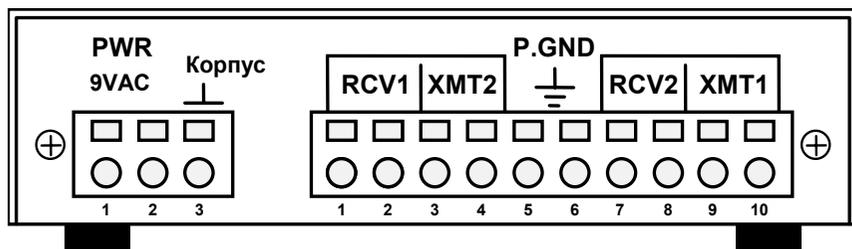

Рис. 7. Задняя стенка регенератора.
На задней стенке регенератора расположены две группы зажимов, как показано на Рис. 7. Первая группа (3 зажима) предназначена для подключения питания регенератора и сигнального заземления (корпуса). Вторая группа (10 зажимов) предназначена для подключения регенератора к линии связи, подключения гроозащитного заземления (P.GND).
Подключение регенератора к сопрягаемым участкам линий связи выполняется в соответствии с Рис. 1. Концы проводников линии связи зачищаются на длине 5...6мм и подключаются к регенератору, см. Рис. 7 на стр.13.
1. Отсоединить линейные провода от всех линейных зажимов регенератора, см.Рис. 7 на стр.13.
5. Установить перемычки между линейными зажимами 1-3 и 2-4, см.Рис. 7. Индикатор **LOS1** должен погаснуть.
6. Установить перемычки между зажимами 7-9 и 10-8, см.Рис. 7. Индикатор **LOS2** должен погаснуть. На передней панели должны гореть только индикаторы **PWR** и **TEST**.